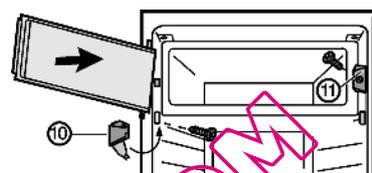

Fig. 7\*
- ▶ Monter l'élément de fermeture Fig. 7 (11).
- ▶ Monter le support d'appui Fig. 7 (10) et fermer le cache.\*